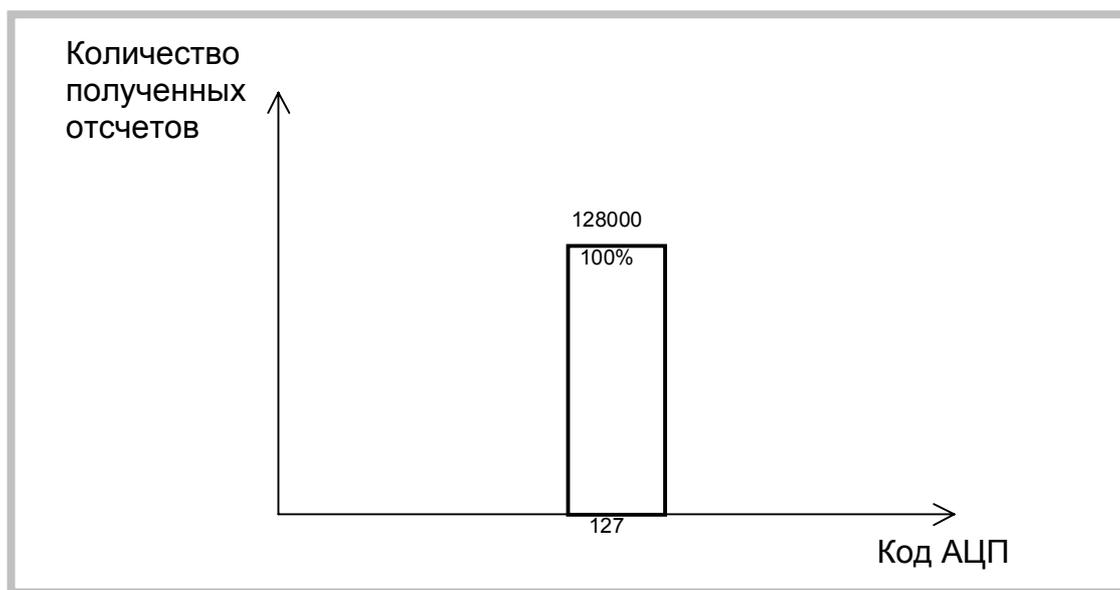

Рисунок 9. Статистика результатов данных 3
- 3) Диапазон напряжений входного сигнала платы ЛА-н10М6РСІ ±2,5В. Частота запуска АЦП - 6,25 МГц. Число собранных отсчетов 128000 (Рисунок 9).